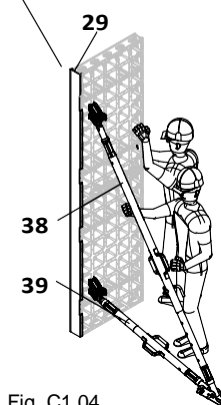

Fig. C1.04
4. Монтирайте вертикализатора (38) и напречното рамо (39) към свързващата скоба DUO (27). Монтирайте вертикализатора и напр. рамо към петите и ги закрепете с анкери болотве. (Fig. C1.04)